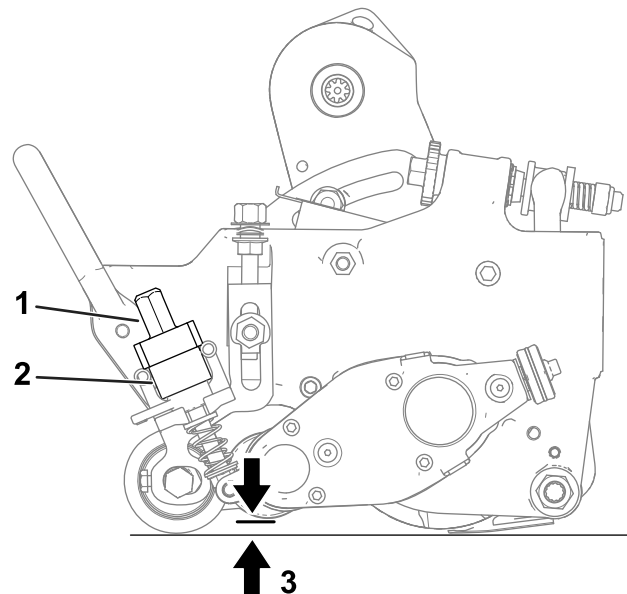

Рисунок 19
- A. Убедитесь в том, что рычаги быстрого подъема (**Рисунок 19**) находятся в РАБОЧЕМ положении (т.е. рычаг направлен на переднюю часть режущего блока).
- B. С одного конца механической щетки измерьте расстояние от самого нижнего конца ножа механической щетки до рабочей поверхности (**Рисунок 19**). Поворачивая ручку регулировки высоты, поднимите или опустите конец ножа механической щетки на требуемую высоту. (**Рисунок 19**).